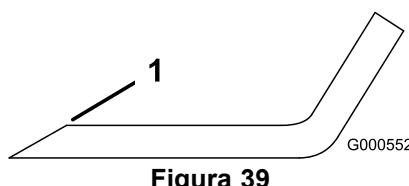
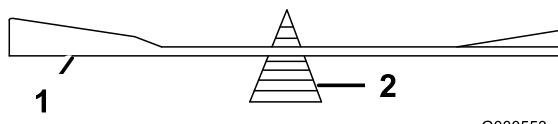

Figura 39
Figura 40
1. Affilate i taglienti da entrambe le estremità della lama con una lima (Figura 39). Rispettate l'angolazione originale. La lama conserva il proprio equilibrio soltanto se viene rimossa una quantità uguale di materiale da entrambi i taglienti.
2. Controllate l'equilibrio della lama posizionandola su un bilanciatore (Figura 40). Se la lama rimane in posizione orizzontale, è bilanciata e può essere utilizzata. Se la lama non è bilanciata, limate del metallo soltanto dalla costa (Figura 39). Ripetete la procedura finché la lama non è perfettamente bilanciata.